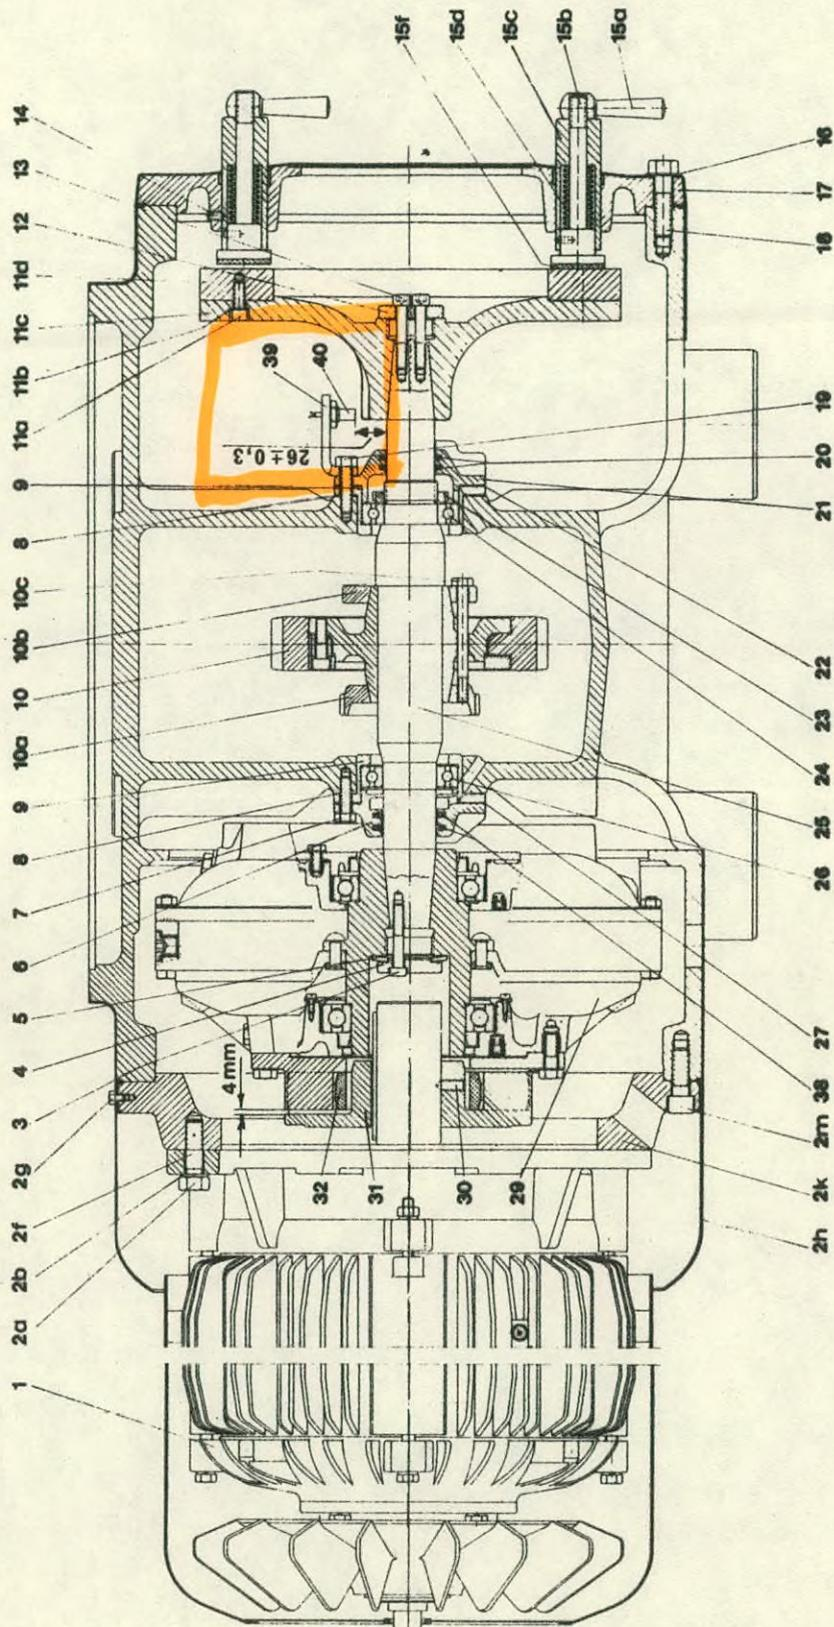

Bild 15
8.5. Einbau der waagerechten Getriebeteile (Bild 15)
- 1) Das Schraubenrad mit Klemmscheiben vollst. 10 (Bild 15) ist im Werk als Ganzes gewuchtet worden. Deshalb dürfen, um Unwuchten zu vermeiden, keine Einzelteile ausgewechselt werden.
- 7) Flüssigkeitskupplung und Bremsscheibe auf der Schraubenradwelle sicher festklemmen, indem man die Zylinderschrauben mit Drehmoment-Steckschlüssel 416 (Bild 20) abwechselnd gleichmäßig anzieht (Drehmoment 4 bis 4,1 mkp). Nicht vergessen, bei der Flüssigkeitskupplung Tellerfeder 5 in der aus Bild 15 ersichtlichen Anordnung unter die Scheibe zu legen.
- 8) Beim Anbau des Motors darauf achten, daß der Abstand zwischen Nockennabe 31 und Flüssigkeitskupplung 4 mm beträgt (Bild 15 oder 16). Der Abstand muß nach jedem Einbau eines anderen Motors, einer anderen Nockennabe, Flüssigkeitskupplung oder Schraubenradwelle überprüft werden. Nötigenfalls Nockennabe auf der Motorwelle verschieben und Motorwelle für Gewindestift 30 neu anbohren.